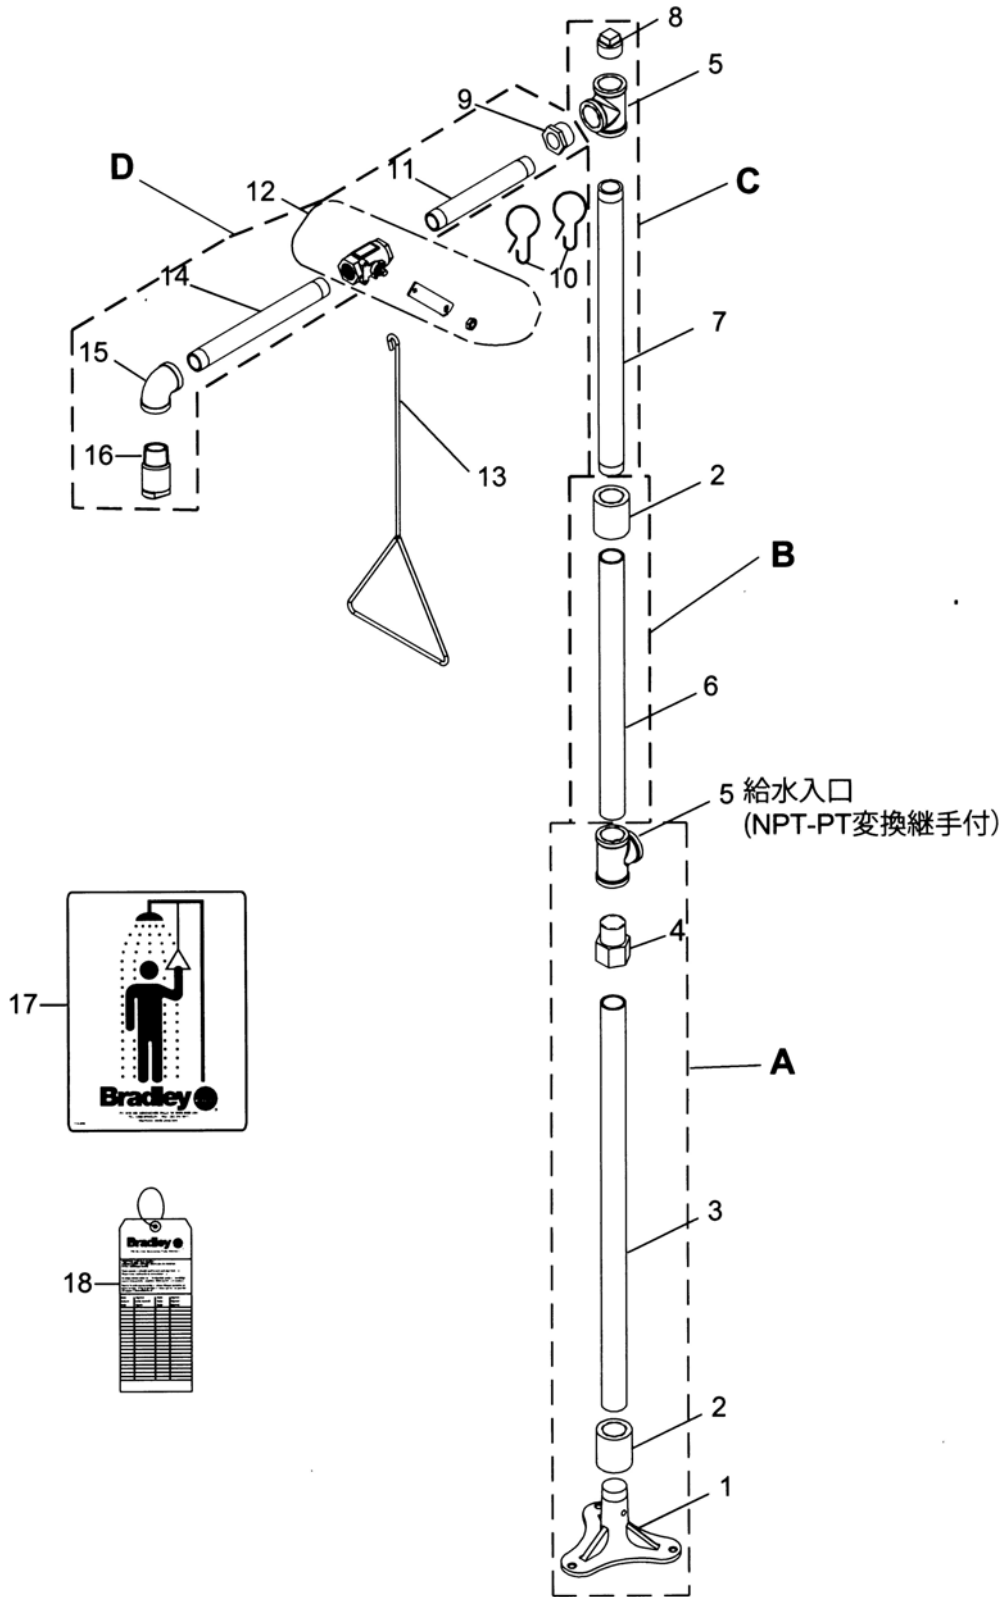

図 1
1. 全部品をボックスの中から取り出し、図 1 並びに部品リストと照合し、不足がないか確認して下さい。